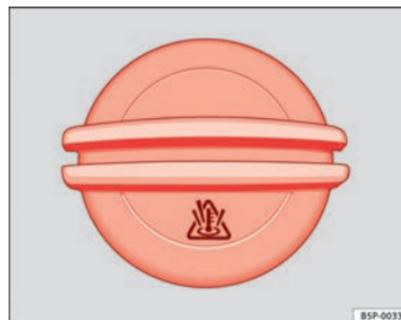

Abb. 175 Im Motorraum: Deckel des Motorkühlmittelausgleichsbehälters.
- Der Ausgleichsbehälter des Motorkühlmittels ist am Symbol  auf dem Deckel erkennbar ⇒ **Abb. 175**.